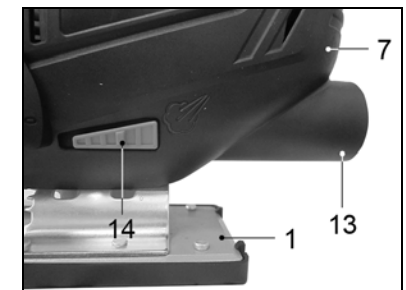

Рис. 11.
7.7. Подключение систем пылеудаления (Рис. 11)